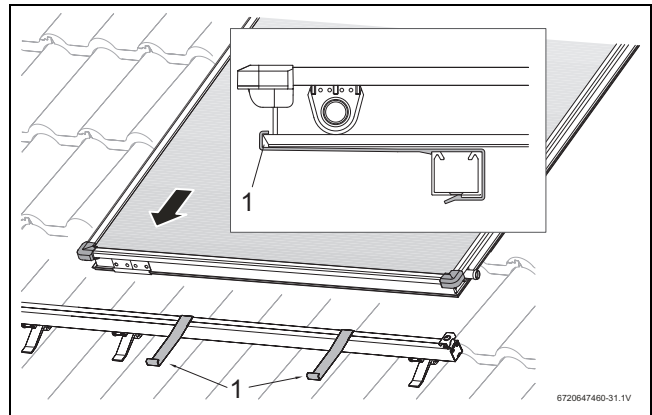

Fig. 59 Colocar el primer colector sobre los perfiles
- ▶ Colocar el primer colector sobre los perfiles y dejar que se deslicen sobre las protecciones antideslizantes (Fig. 59, [1]). El canto inferior del colector debe estar sobre la abertura de la protección antideslizante [1].